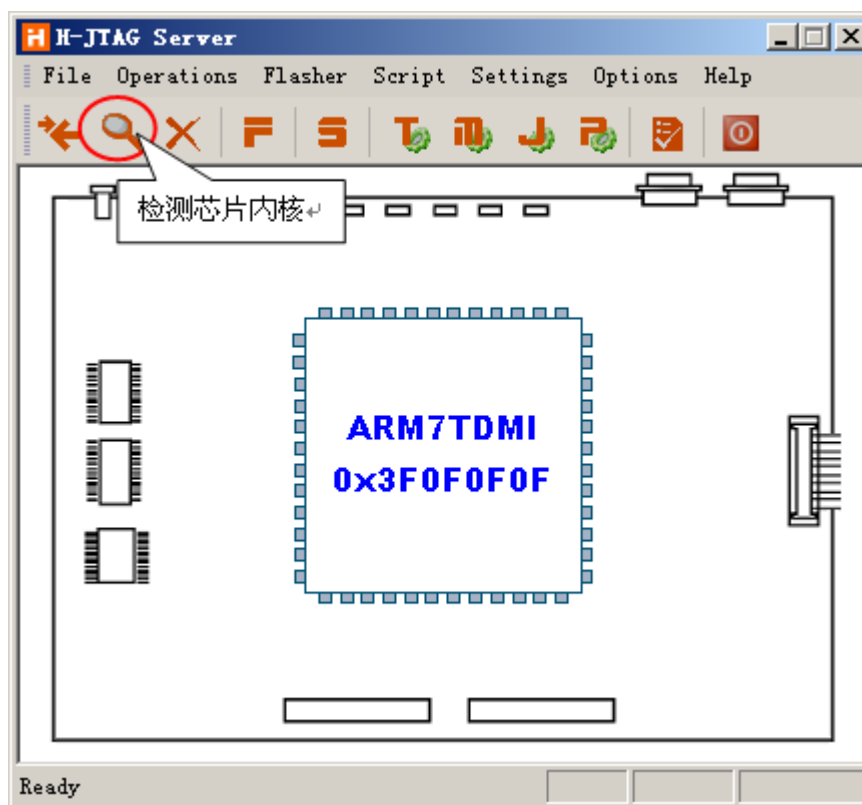

图 2.25 H-JTAG Server 检测到芯片内核
(1) 单击任务栏的 H 提示图标, 将看见 H-JTAG 的主窗口, 如图 2.25 所示。单击“放大镜”图标按钮后, 能看见调试代理搜索到 ARM7 处理器。